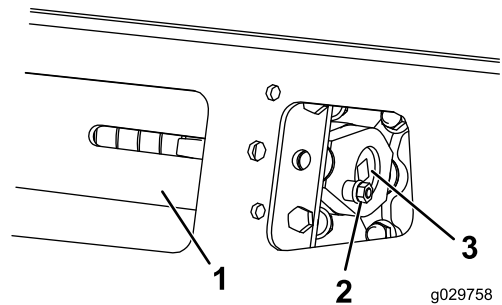
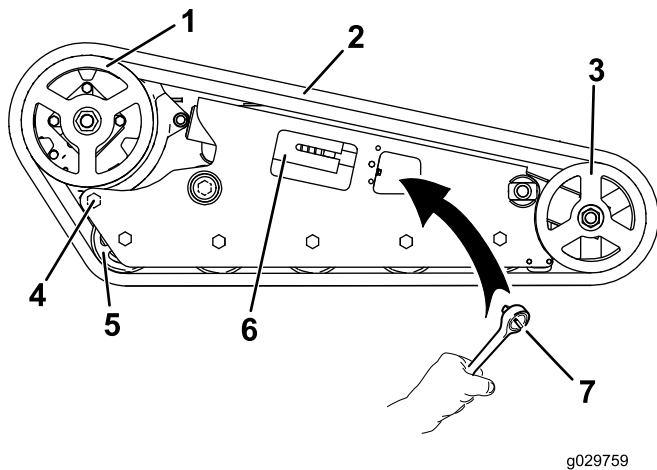

Figura 53
Figura 54
3. Retire el perno de bloqueo y la tuerca (Figura 53).
5. Alinee la muesca más próxima del tornillo tensor con el taladro del perno de bloqueo, y fije el tornillo con el perno de bloqueo y la tuerca (Figura 53).
3. Usando una llave de ½", alivie la tensión en la oruga girando el tornillo tensor en el sentido de las agujas del reloj (Figura 53 y Figura 54).
4. Afloje el perno trasero, cerca de la rueda motriz (Figura 54).
6. Cuando haya retirado la oruga de la rueda delantera, retírela del piñón de arrastre y de las ruedas de rodaje (Figura 54).
7. Empezando en el piñón de arrastre, pase la oruga nueva alrededor del piñón, asegurándose de que los dientes de la oruga encajen entre los espaciadores del piñón (Figura 54).
8. Empuje la oruga por debajo de y entre las ruedas de rodaje (Figura 54).